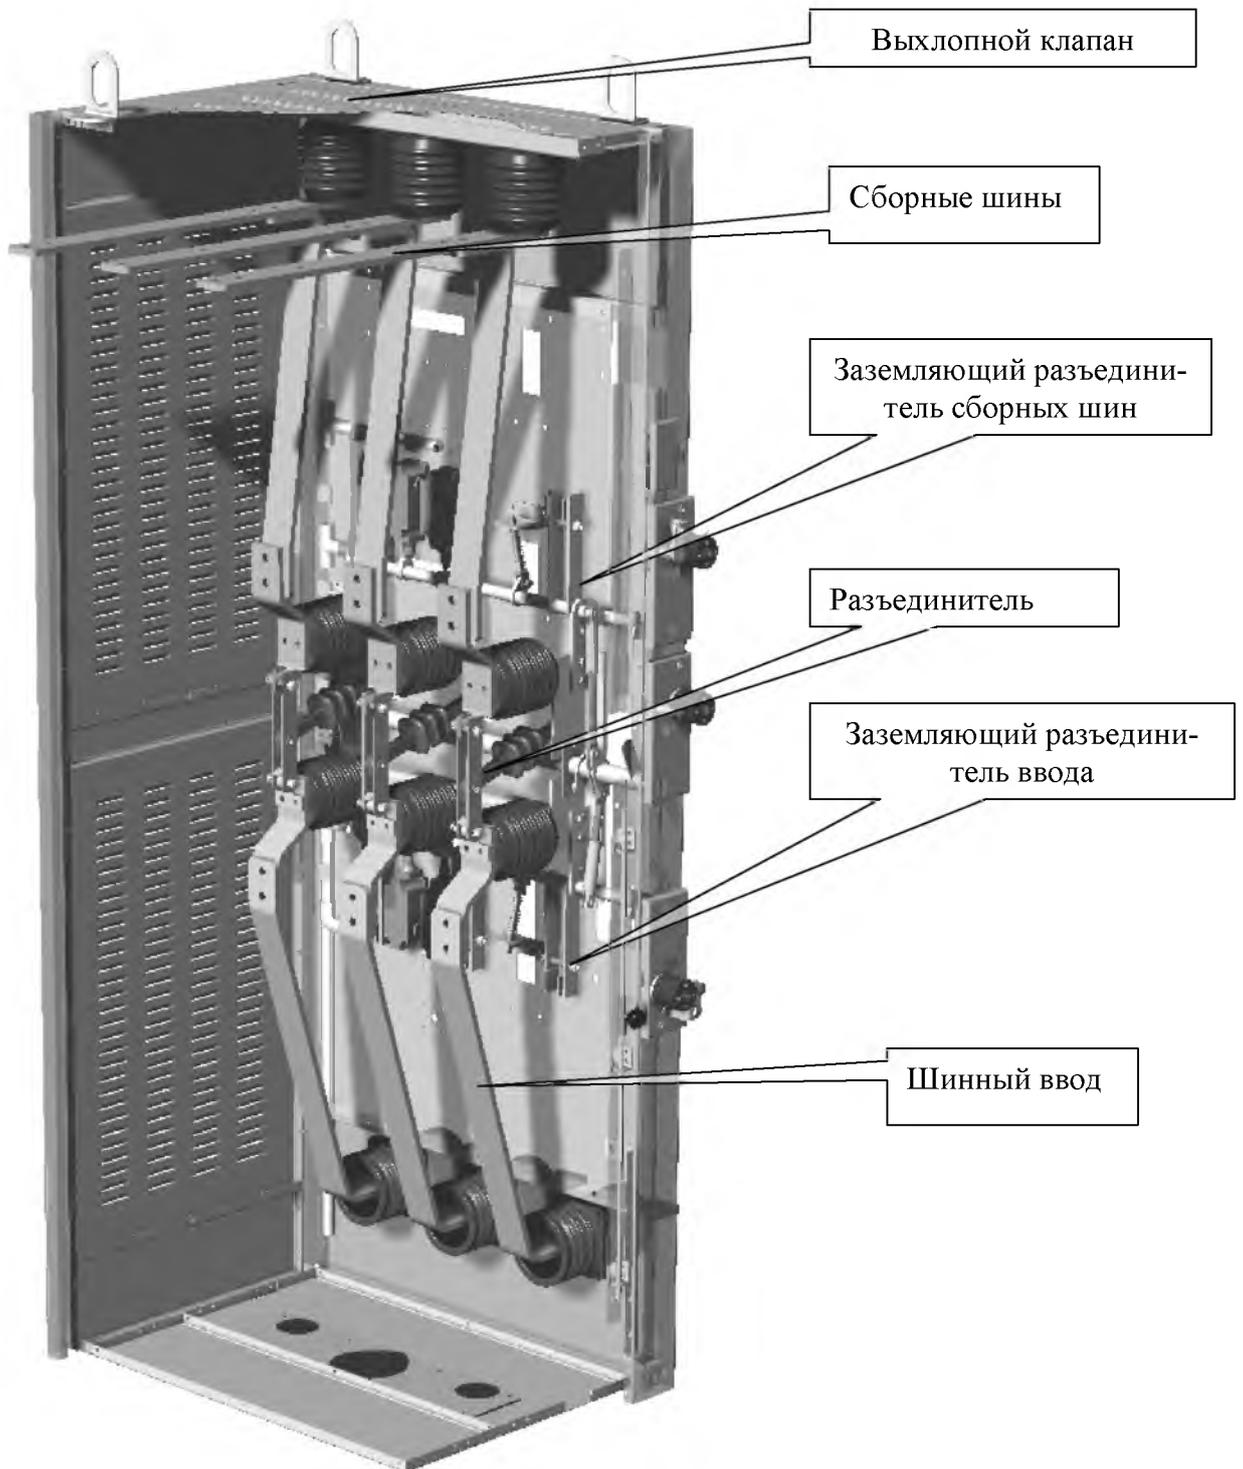

Рисунок 11 - Камера шинного ввода с разъединителем
- камера шинного ввода (вывода) – рисунок 11;
- камера секционного разъединителя – рисунок 11;
2.2.4 Установите сборные шины камер КСО, прикрепив их к опорным изоляторам в последовательности А,В,С (см. рисунок 11, 12, 13). Следите, чтобы при монтаже шин не возникали усилия, способные привести к поломке опорных изоляторов или их смещению. Соедините сборные шины состыкованных блоков между собой в следующей последовательности: